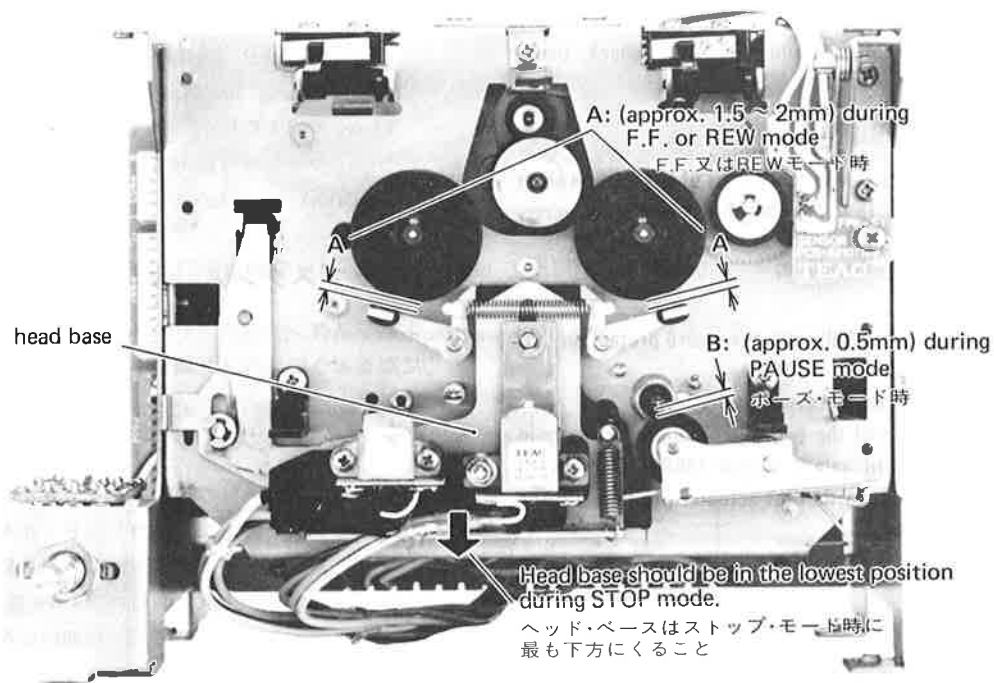

Fig. 4-2
- A clearance between brake drum and brake pad ("A" in fig. 4-2) of approx. 1.5 to 2 mm.
- Set the deck to PAUSE mode and observe the clearance between the pinch roller and capstan shaft ("B" in fig. 4-2). It should be approx. 0.5 mm.
- ・ブレーキ・ドラムとブレーキ・パッドのすき間 (図4-2の A) が約1.5mm~2mmであること。
- ポーズ・モードの時にピンチ・ローラとキャプスタン・シャフトの間隔 (図4-2の B) が約0.5mm であるか確認する。